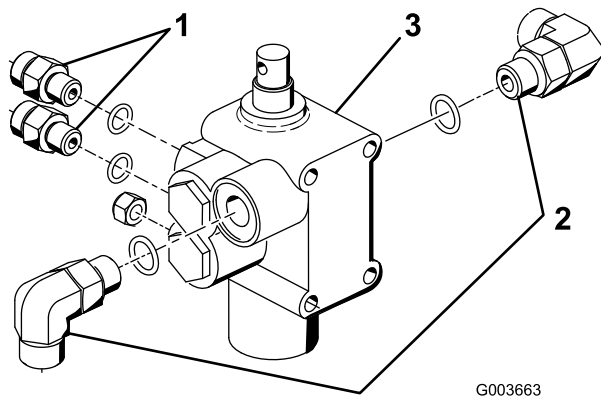

Bild 4
1. Drehen Sie die zwei geraden Hydraulikanschlussstücke und die zwei 90-Grad-Anschlussstücke in das neue Hubventil. Positionieren Sie die Anschlussstücke, wie in Bild 4 dargestellt. Ziehen Sie die 90-Grad-Anschlussstücke noch nicht fest.